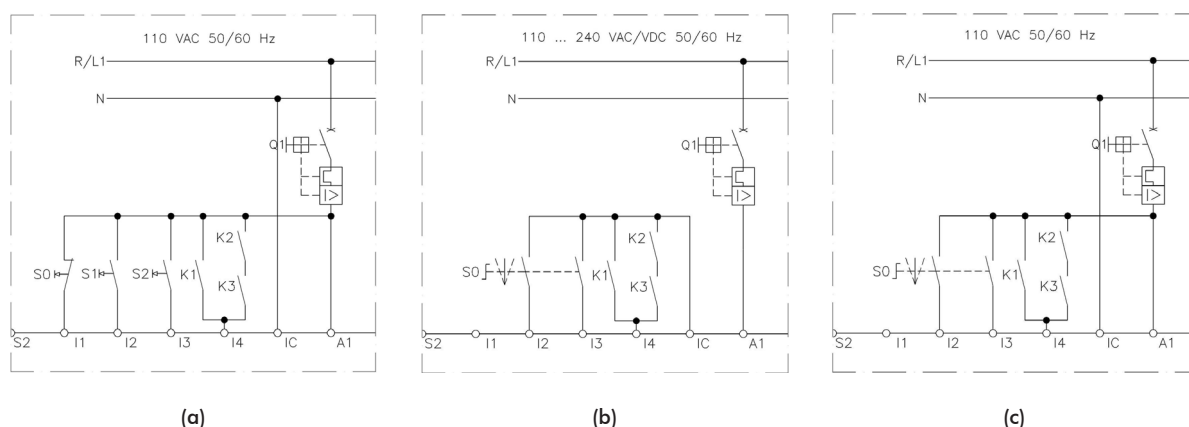

Figura 5.16 (a) - Detalhe modificação para acionamento utilizando entradas digitais em 110 Vac e acionamento por botoneiras (P230 = 1)
Para a unidade de controle (UC) com entradas digitais em 110 Vca é destacada a modificação do esquema na figura 5.16 (a). Para acionamento através das entradas digitais (P229 ou P232 = 0) em 24 Vcc, e em 110 Vca, utilizando lógica de controle a dois fios (chave) (P230 = 1) é destacada as modificações do esquema na figura 5.16 (b) e (c).